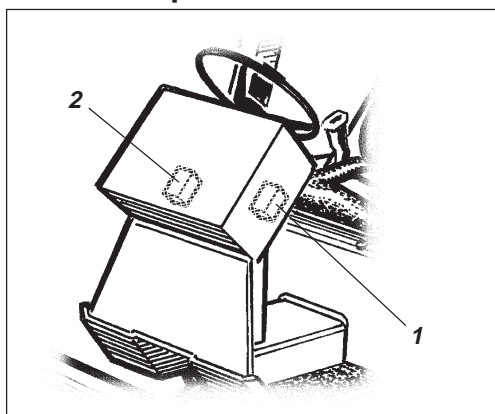
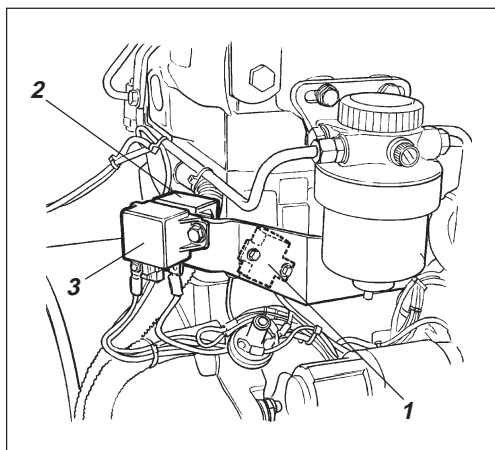

Fig. 31 Rattsøyle
Fig. 32 Motorrom
Det elektriske regulerings- og kontrollsystemet er avsikret med to sikringer, 15A (1), se fig. 31, og 30A (1), se fig. 32 nedenfor.